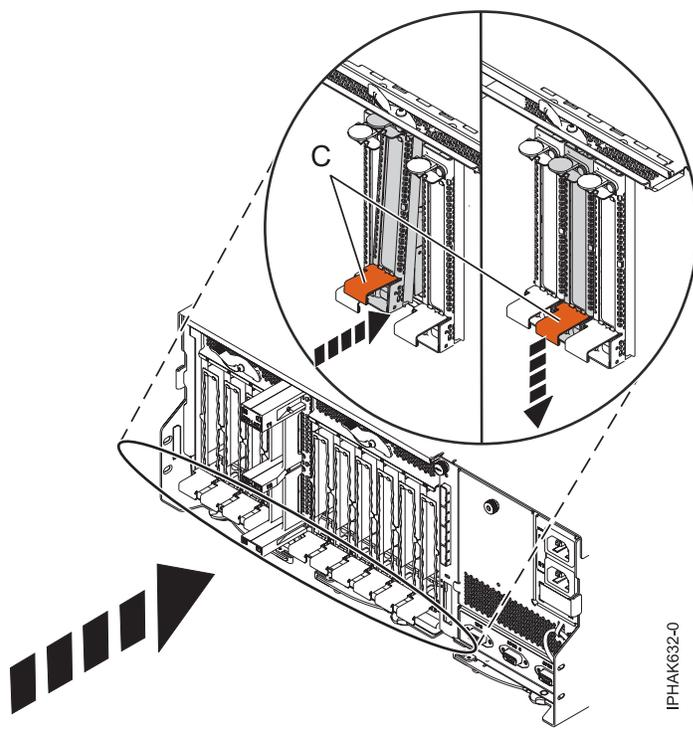

Figura 134. Instalando a cassete do adaptador PCI
1. Certifique-se de que a alça inferior do cassete (**C**) seja pressionada para cima em direção ao clipe retentor, conforme mostrado na Figura 134 na página 151. Isso coloca o adaptador na posição correta para ser acoplado no sistema.
3. Quando o cassete estiver totalmente inserido no sistema, pressione firmemente para baixo na alça inferior do cassete (C) para travar o adaptador no conector.